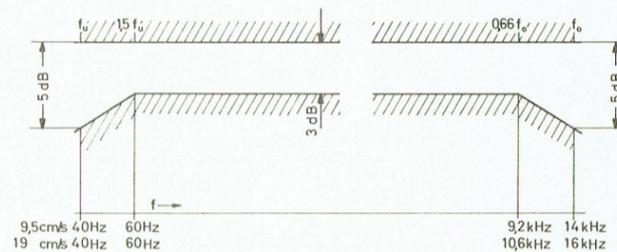

Fig. 13: Tolérance de fréquence à la reproduction toute bande passante
La déviation des niveaux avec 1 et 12 kHz (les deux -20 dB) pour une piste ne doit pas dépasser 3 dB (à ce sujet voir Fig. 13).
La tête d'enregistrement ne sera équilibré, qu'après que la tête de reproduction l'aura été exactement. Poser la bande test, injecter d'abord 1 kHz avec env. 150 mV et, en position phono, enregistrement, derrière bande, régler grossièrement la tête d'enregistrement au niveau maximum à la prise d'amplificateur au moyen de la vis (B). Injecter ensuite 12 kHz avec -20 dB (Ue env. 15 mV) et avec 9,5 cm/s équilibrer la tête d'enregistrement avec précision. Si les maxima de tension des deux pistes ne correspondent pas exactement (positions divergeantes de la vis d'équilibrage (B)) il faut équilibrer la tête définitivement sur la moyenne des deux réglages. [Pour l'application de la «moyenne» voir chapitre I, pour tolérance pour différence de niveau entre 1 k et 12 kHz (les deux -20 dB) voir fig. 13]. A l'équilibrage de la tête d'enregistrement il faut observer en outre, que le signal enregistré n'apparaît à la sortie de l'amplificateur qu'après le temps de parcours dépendant de la vitesse de défilement de bande, conditionné par la distance tête d'enregistrement - tête de reproduction.
L'amplificateur de correction de distorsion reproduction ne comporte pas d'éléments d'alignement. Il est conçu de manière à ce que, à la lecture de la bande test DIN, se produit un passage de fréquences avec les tolérances selon DIN 45511 (env. $\pm 2,5 \text{ dB}$, voir aussi fig. 13).
2. Après commutation sur 9,5 cm/s, enregistrer alternativement 1 kHz et 13 kHz, contrôler les niveaux derrière bande et avec les réglages R 126/R 226 et avec la prémagnétisation inchangée, régler à des niveaux identiques pour les deux fréquences. Lorsqu'on ne peut obtenir l'identité complète des niveaux il faut respecter les tolérances selon DIN 45511 (voir fig. 13).